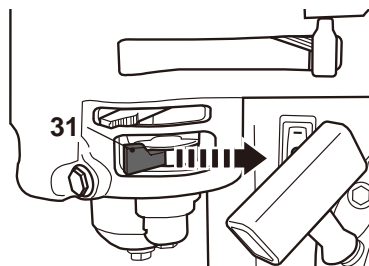

Fig. 29
- > Mueva la palanca de combustible (31) a la posición de encendido **ON** para abrir el canal de combustible (Fig. 29).